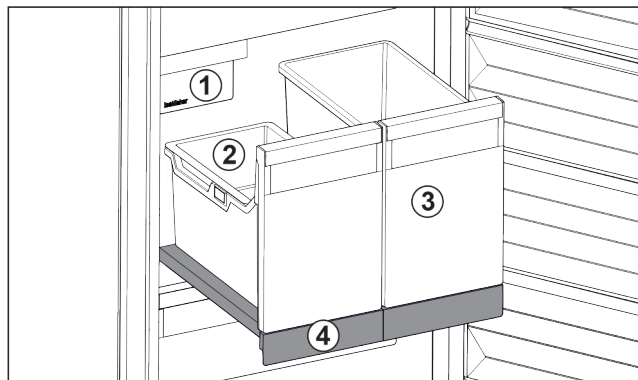

Fig. 31 带 IceTower 的拉出式搁板
- (1) IceMaker
- (2) 冰块挂盘
- (3) 比萨、酒精饮料等的容器
- (4) 拉出式搁板
拉出式搁板上有两个高容器 (IceTower)。来自 IceMaker 的冰块被收集并储存在容器 Fig. 31 (2) 中。容器 Fig. 31 (3) 适合存放较高的食物，例如比萨或酒精饮料。